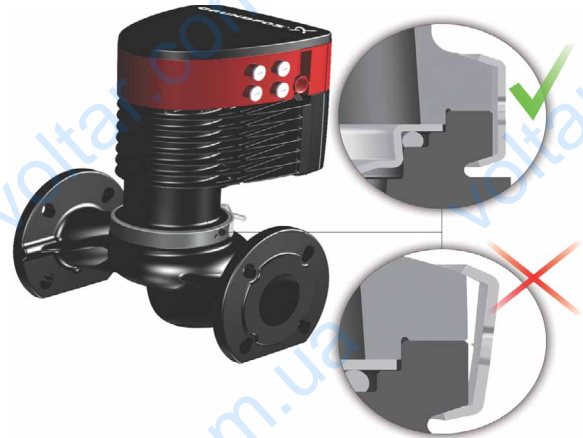

Рис. 18 Закрепление головной части насоса на корпусе
3. Убедитесь в том, что поверхность корпуса насоса и поверхность головной части соприкасаются, затем затяните скобу. См. рис. 18.
Перед затяжкой стяжной скобы еще раз проверьте ее положение. Неправильное положение скобы приведет к протечкам насоса и повреждению гидравлических деталей его головной части. См. рис. 18.